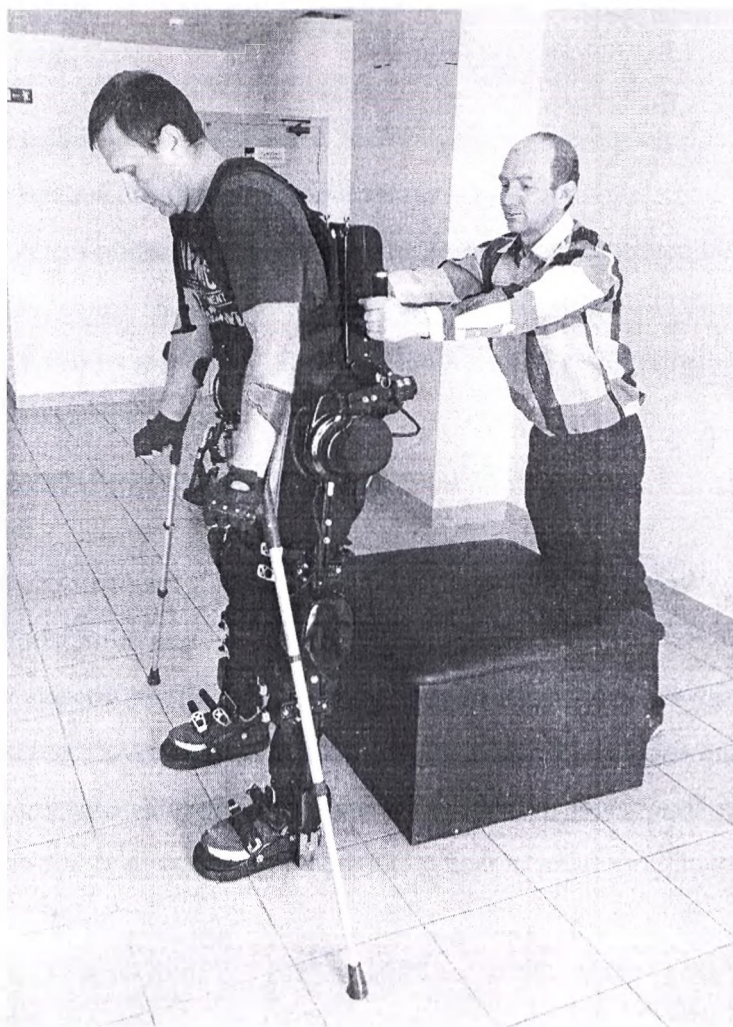

Рисунок 15 – Посадка в экзоскелете
- Поставить сидение за спиной у пациента на расстоянии примерно 20 см (Рисунок 15) - расстояние можно скорректировать в зависимости от роста пациента, чем выше пациент, тем дальше нужно ставить сидение.